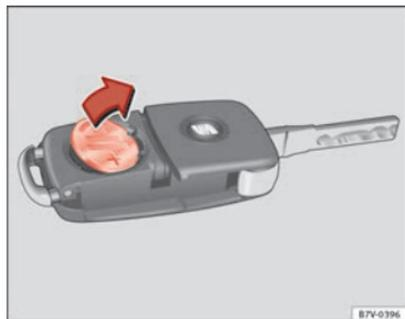

Fig. 16 Chiave del veicolo: togliere la batteria.
- Estrarre la batteria dal vano con un oggetto fino adatto ⇒ fig. 16.
- Posizionare la batteria nuova nel vano, premendola come indicato ⇒ fig. 16, in senso contrario alla freccia ⇒ ②.